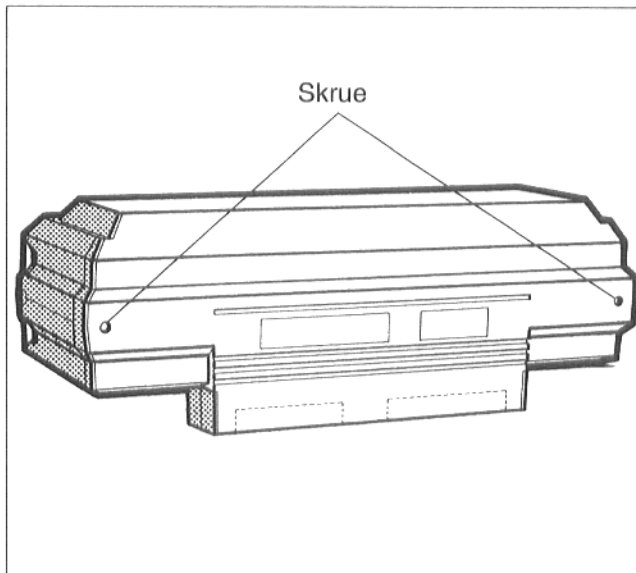

Fig. 47
- De to skruene på kontrollpanelets bakside løsnes. Bakveggen vippes opp i bakkant og trekkes bakover og opp for demontering (Fig. 47).